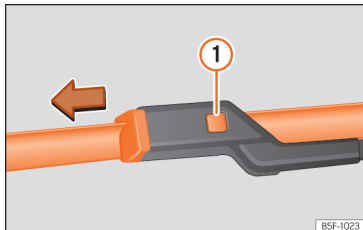

Abb. 151 Scheibenwischerblätter vorne auswechseln.
- Die Entriegelungstaste »» (Abb. 151) ① gedrückt halten und gleichzeitig das Scheibenwischerblatt vorsichtig in Pfeilrichtung abziehen.